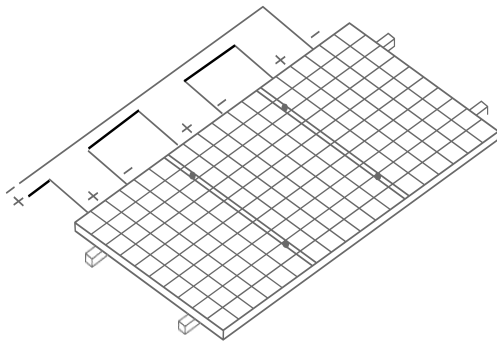

図 20：直列接続
- 同一のソーラー PV システム内で、異なるモジュール・モデルを使用することは許容されない。モジュールを直列接続する時は、いかなるストリングの電圧も、システムの最大電圧を超えてはならない（図 20 参照）。詳細は国、地域または地方の仕様を参照のこと。